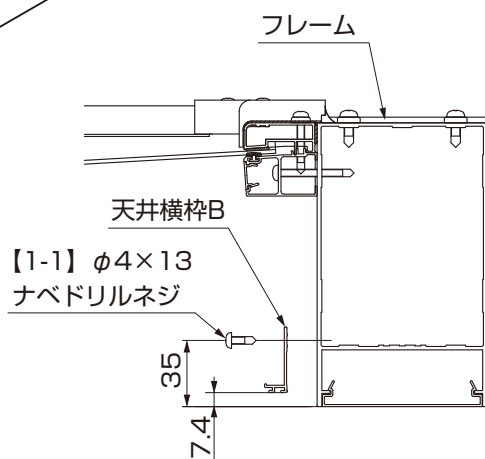

図4-5 A部詳細図
③フレームに $\phi 3.5$ の下穴をあけ天井横枠Bを寸法の位置に【1-1】で取付けてください。(図4-5、図4-6参照)